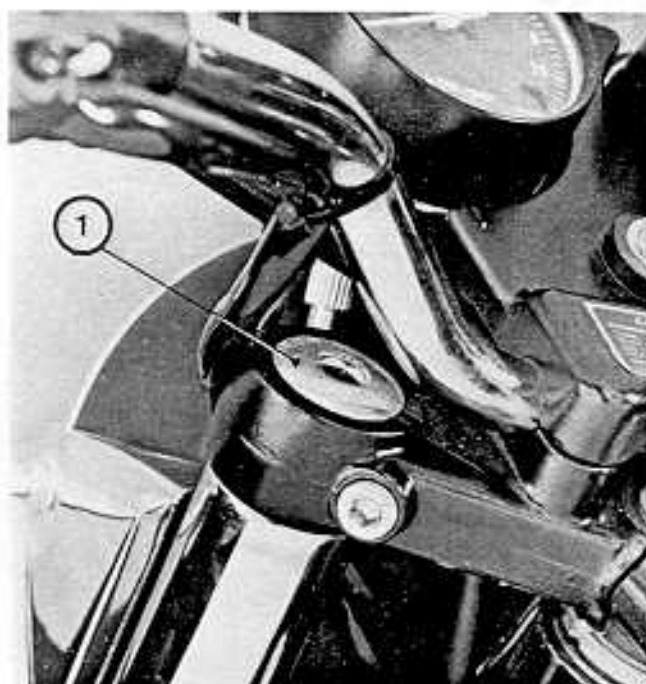

Fig. 201
- Scaricare a fondo il liquido contenuto nella forcella. Per fare questo togliere i tappi (1 - Fig. 201) a cava esagonale posti alla sommità degli steli e le viti di scarico (1 - Fig. 202) poste all'estremità inferiore degli scorrevoli.
- Undo the filler cap fitted on the top of each stanchion and remove the drain screws (1 - Fig. 201) from the lower part of each slider (1 - Fig. 202). Thoroughly drain the oil from both fork legs.